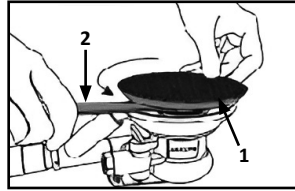

Fig. 7
- Țineți ferm piulița de fixare a plăcuței de șlefuit (1) cu cheia (2) furnizată și deșurubați manual plăcuța pentru a o îndepărta. (Fig. 7)